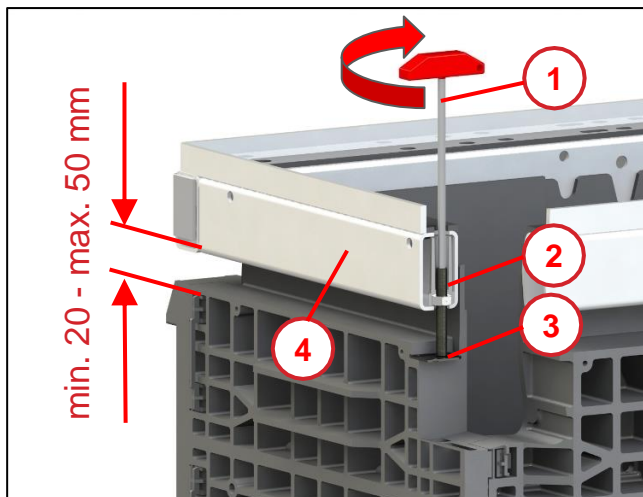

Abb. 38
- Stahlrahmen (1) wieder auf den Kabelschacht aufsetzen.
Die Gewindestifte (2) der zuvor eingestellten Höhenverstellung durch den noch weichen Trockenmörtel (3) drücken bis sie wieder auf der Blechunterlage aufstehen (siehe Abb. 38 - Pos. 3).